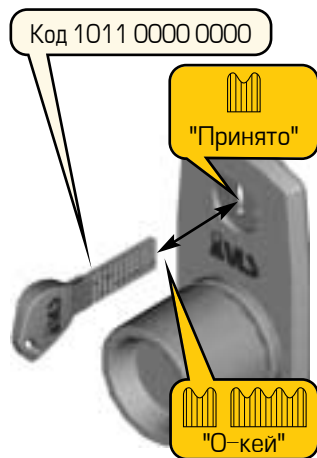

Рисунок 30 –
2. Для разблокирования рабочего кода №2 наберите на ключе код операции разблокирования 1011 0000 0000 (рис. 30).